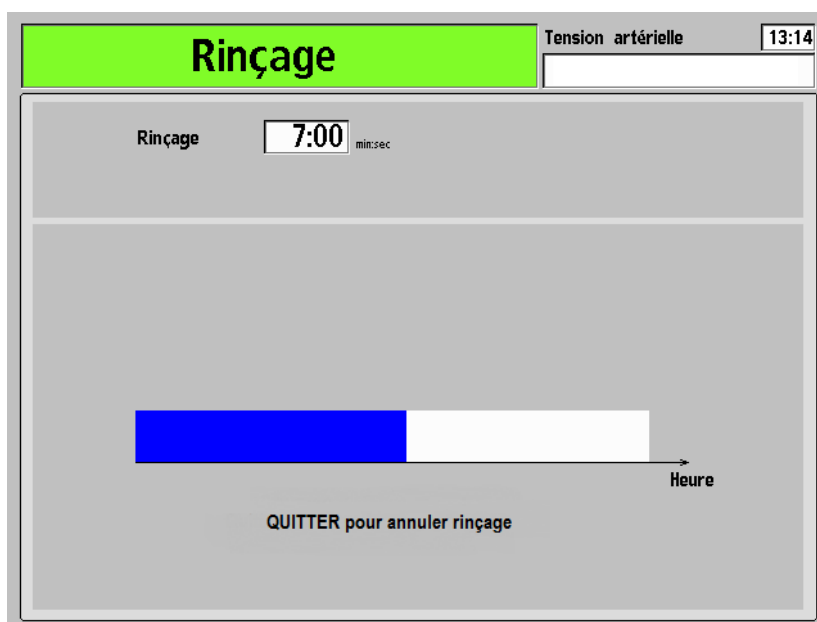

Figure 58 – Écran de rinçage
3. L'écran « Rinçage » s'ouvre (Reportez-vous à la Figure 58).